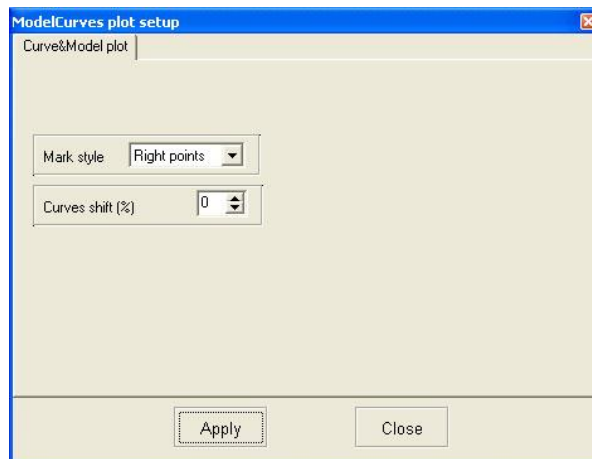

Fig. 20. Curve parameters setup dialog
**Setup** option runs *curve parameters setup dialog* (fig. 20).